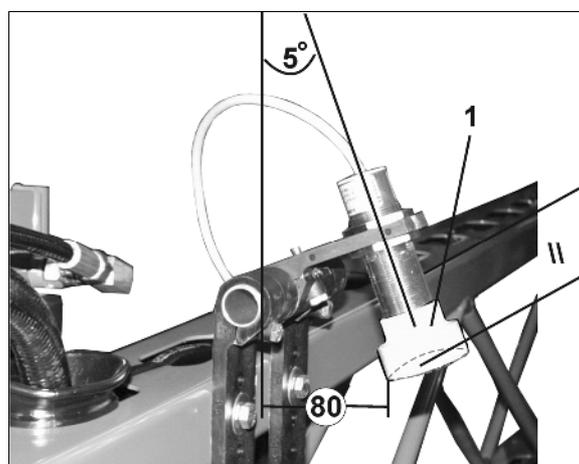

Fig. 70
V.h.a. to ultralydssensorer (Fig. 70/1) måles afstanden til jorden hhv. afgrøden. Afviges denne afstand ensidigt, styrer Distance-Control hældningsindstillingen. Stiger terrænet til begge sider, hæver højdejusteringen hele sprøjteboommen.
→ se Fig. 70